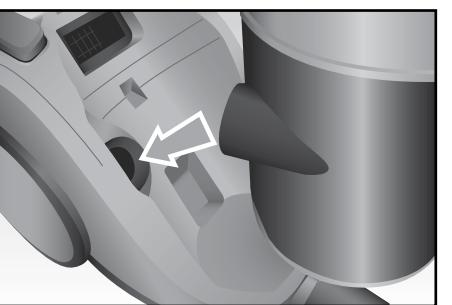
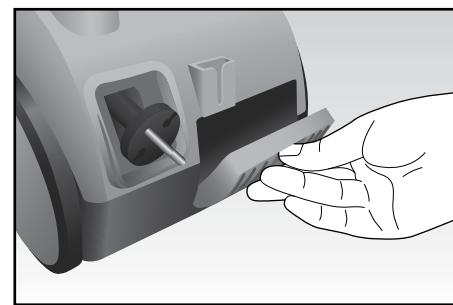

Fig. 7
Fig. 8
- aprire il coperchio, agendo sull'apposita levetta, ed estrarre il filtro Hepa (Fig. 7).
- Inserire il filtro all'interno del contenitore (E) e bloccarlo ruotandolo in senso orario.
- Reinserirre poi il contenitore della polvere completo (E) sul corpo dell'apparecchio premendolo leggermente fino ad udire lo scatto di avvenuto aggancio, assicurandosi che la presa aria sul contenitore si inserisca perfettamente nell'apposito alloggiamento sul corpo dell'apparecchio (Fig. 8).